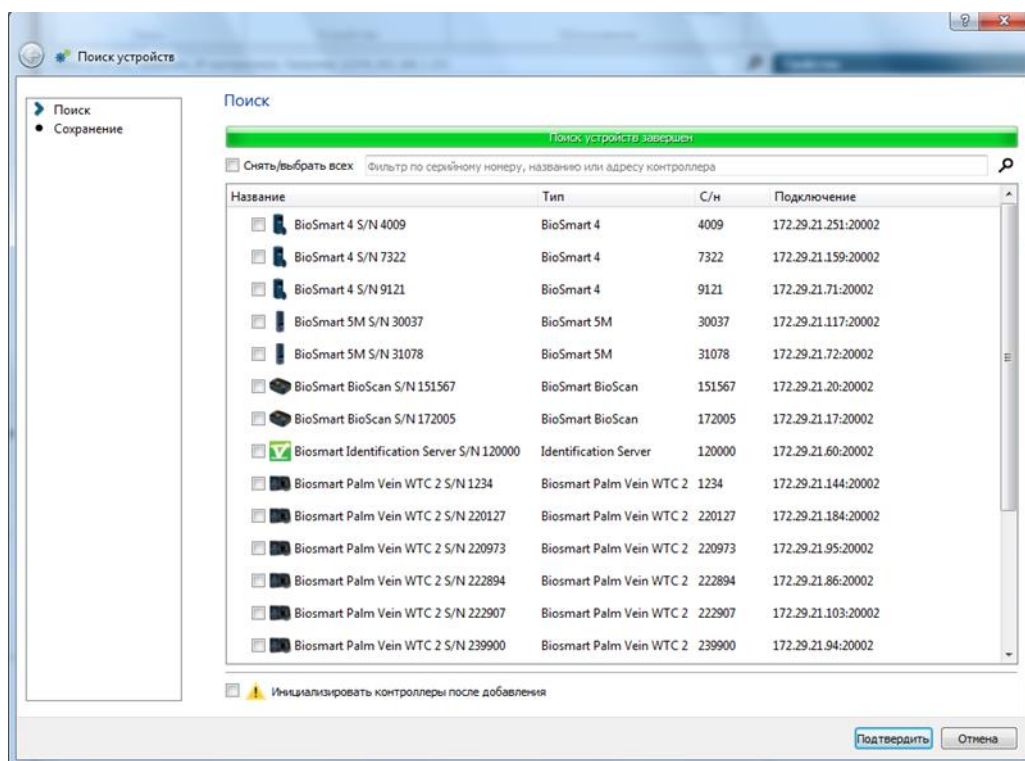

Рисунок 47 – Окно с результатами поиска устройств
2.4.3.4 При выполнении поиска терминалов в автоматическом режиме (по кнопке «Автопоиск») все подключенные терминалы будут показаны в окне результатов поиска (см. рисунок 47).